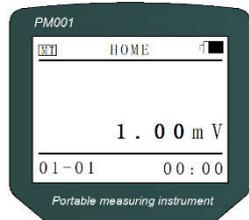

图 7 电压测量界面
- 第六步：短按 Enter 键选择 mV，系统进入电压测量界面，显示屏实时显示电压值，如图 7 所示。